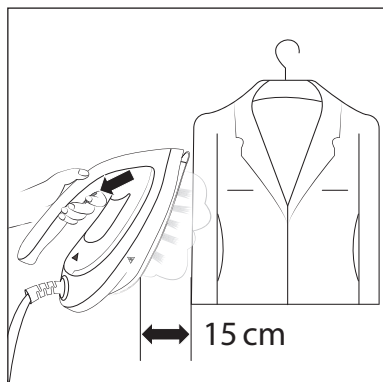

Fig. 6
❶ Nota
- 1) Fare riscaldare il ferro da stiro a vapore ❶ finché il tasto **MAX** ❷ o **ECO** ❸ non resta acceso in modo fisso.
- 2) Prendere il ferro da stiro a vapore ❶ dalla superficie d'appoggio ❶ e mantenerlo in posizione verticale a distanza di circa 15 cm dal capo di abbigliamento.
- 3) Premere il tasto per il getto di vapore ❷ (vedere fig. 6) e applicare uniformemente il vapore ai punti da lisciare del capo di abbigliamento.